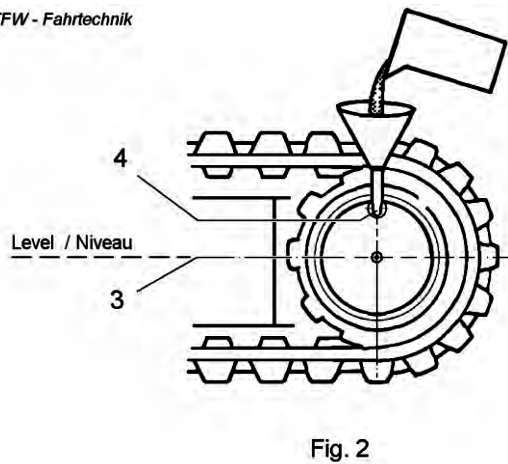

Fig. 2
- Rijd de machine zo ver dat beide openingen volgens Fig. 2.
- Vul nieuwe olie bij door de opening (4) totdat het juiste oliepeil (3) is bereikt.